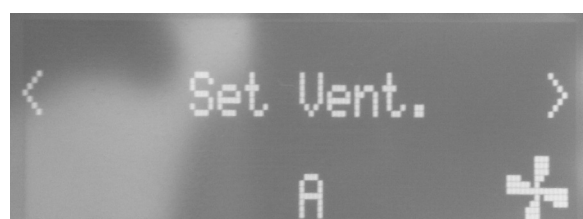

Fig. 7 - Écran
**Vit. Échangeur** - cette fonction permet de sélectionner la vitesse souhaitée pour les ventilateurs ambiants de 1 à 5 ou A. A signifie automatique, la ventilation suit la puissance, configuration conseillée (voir Fig. 7).